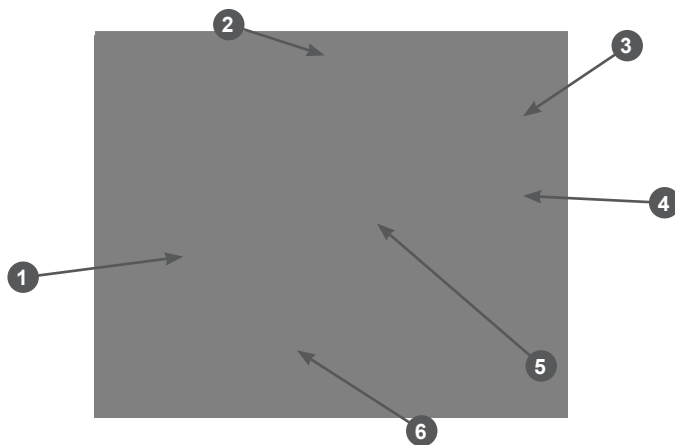

Рис.1 Основные узлы и органы управления (вид спереди)
Расположение основных узлов и органов управления двигателя показано на Рис. 1, 2.
2. Нажмите до упора кнопку топливного насоса (Рис. 1 п. 6) три раза.